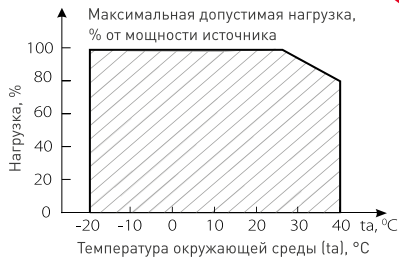

Рисунок 4.
- 4.3. Не нагружайте источник питания более 80% от его максимальной мощности. Учитывайте, что с повышением температуры окружающей среды, максимальная мощность источника питания снижается, см. график зависимости на Рис. 4.